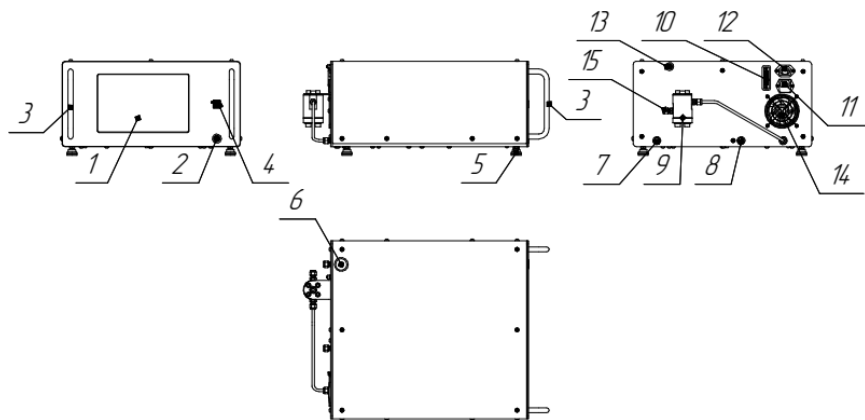

Рис. 2. Блок управления
4.3 Блок управления калибратора выполнен в настольном исполнении. Корпус выполнен из металла. На передней панели расположен сенсорный дисплей 1 (Рис. 2), кнопка включения калибратора 2, разъемы USB 4 и ручки 3. На дисплее отображаются показания калибратора и все необходимые данные. Кроме того, с помощью дисплея производится управление калибратором, ввод данных и изменение рабочих параметров. Сверху расположена заглушка заливной горловины 6.
6.8 Залейте рабочую жидкость. Открутите пробку заливной горловины 6 (Рис.2) и залейте рабочую жидкость в бак, ориентируясь по показаниям датчиков уровня рабочей жидкости. (до срабатывания верхнего датчика уровня)